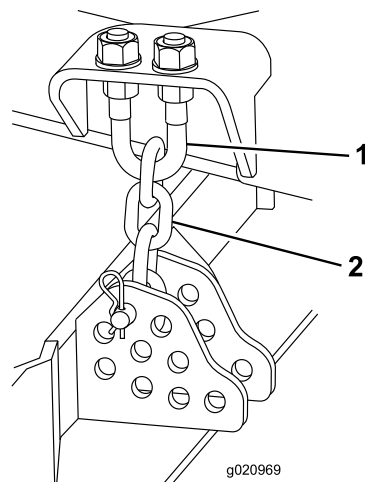

Figura 102
1. Allentate i controdadi sulla parte superiore o inferiore del bullone a U della catena dell'altezza di taglio (Figura 102).